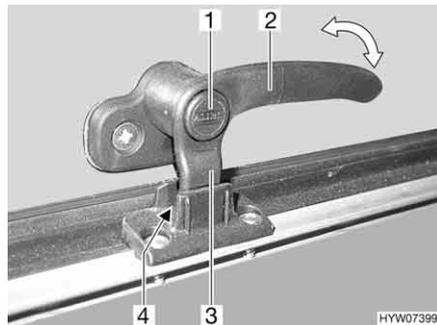
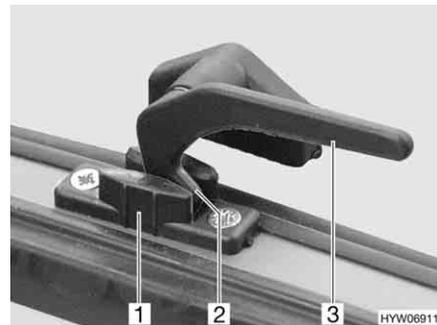

Fig. 75 Leva di serraggio con bottone di sicurezza in posizione "Aerazione continua"
Fig. 76 Leva di serraggio in posizione "Aerazione continua"
- In posizione di "Aerazione continua" (Fig. 75 e Fig. 76)
- Se presente, premere e tenere premuto il bottone di sicurezza (Fig. 75,1).
- Ruotare tutte le leve di serraggio (Fig. 75,2 o Fig. 76,3) di un quarto di giro verso il centro dell'oblò.
- Girare nuovamente all'indietro tutte le leve di serraggio. Contemporaneamente riportare il nasello di chiusura (Fig. 75,3 o Fig. 76,2) nella rientranza del bloccaggio dell'oblò (Fig. 75,4 o Fig. 76,1).